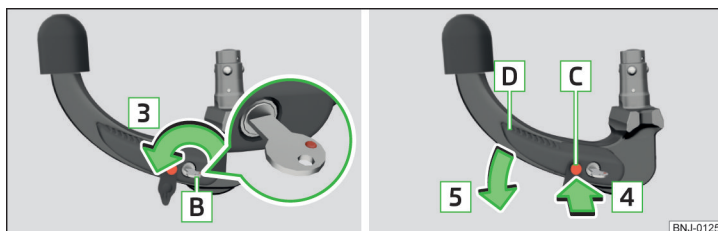

Fig. 152 Deblocarea încuietorii/Apăsarea bolțului de desfacere în interior și apăsarea manetei de operare
- Rotiți cheia **B** în sensul săgeții **3**, în așa fel încât marcajul roșu al acesteia să indice în sus » fig. 152.